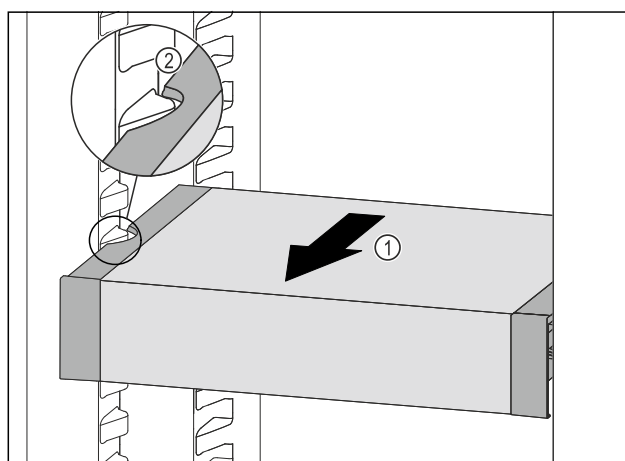

Fig. 121
- ▶ Træk VarioSafe fremefter Fig. 121 (1), indtil udsparingerne i siden på VarioSafe er på niveau med beholderribben i kølesektionen. Fig. 121 (2)